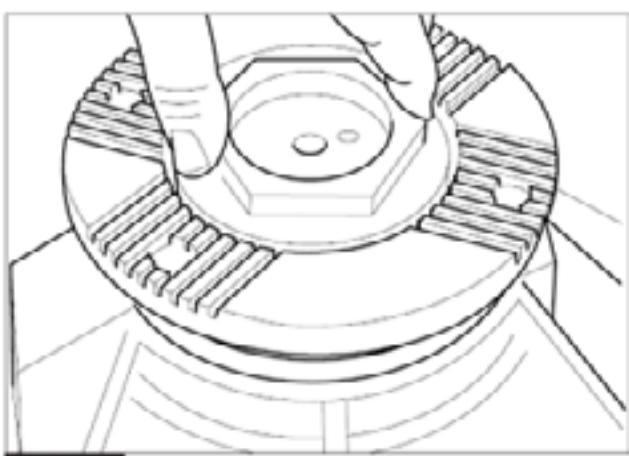

Fig. 2.27
11. Reinstale o flange e a porca do pinhão somente para ajustar a pré-carga dos rolamentos. (Fig. 2.27)